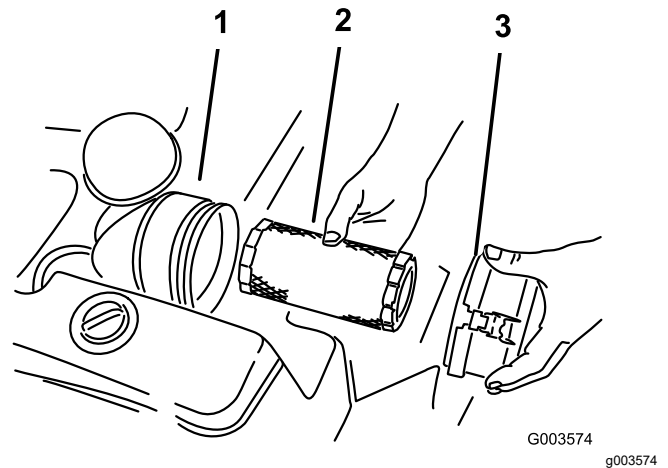

Bild 2
4. Entfernen Sie die Luftfilterabdeckung und den Filter (**Bild 2**).